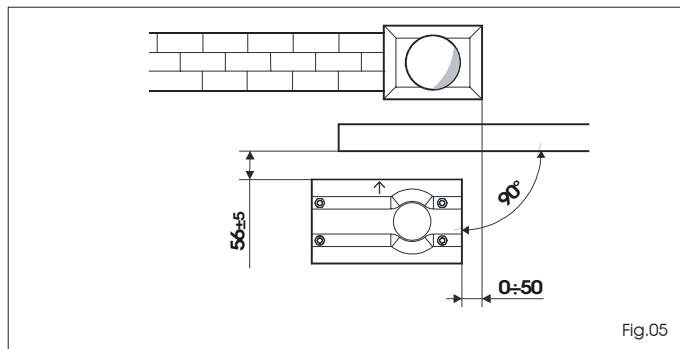

Fig.05
- 2) Om de juiste aangrijping te garanderen tussen pignion en tandheugel, moet de funderingsplaat worden geplaatst zoals op Fig.05 (sluiting naar rechts) of Fig.06 (sluiting naar links).